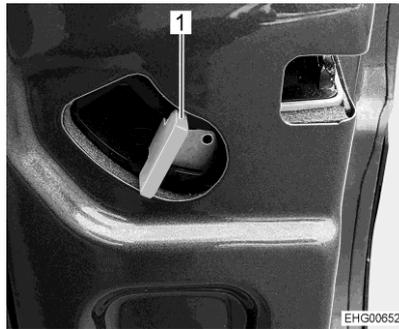

Fig. 10 Maniglia per aprire le porte di coda
- Spingere in alto la maniglia (Fig. 10,1) e aprire le porte di coda fino all'arresto.